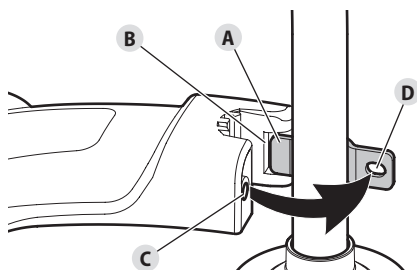

Fig. 1
2. Inserte la lengüeta corta (la que no tiene orificio) en el soporte de montaje (Fig. 1-A) dentro de la ranura del protector del cabezal de corte (Fig. 1-B).
3. Rote el protector del cabezal de corte en el sentido contrario a las agujas del reloj para alinear el orificio del protector del cabezal de corte (Fig. 1-C) con el orificio del soporte de montaje (Fig. 1-D).